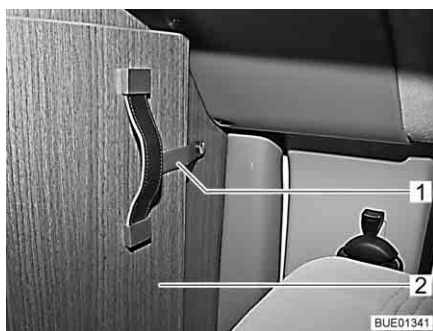

Fig. 50 Cinta de seguridad
- Soltar la cinta de seguridad (Fig. 50,1) de la parte plegable de la separación de la cabina del conductor (Fig. 50,2).